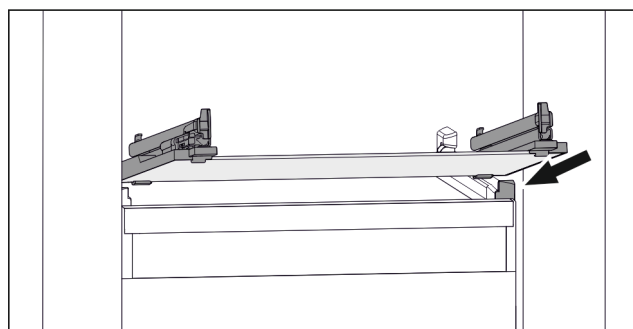

Fig. 117 Beispielhafte Darstellung der Glasplatte
- Glasplatte schräg hinter den Stopperr aufsetzen. (siehe Fig. 117)